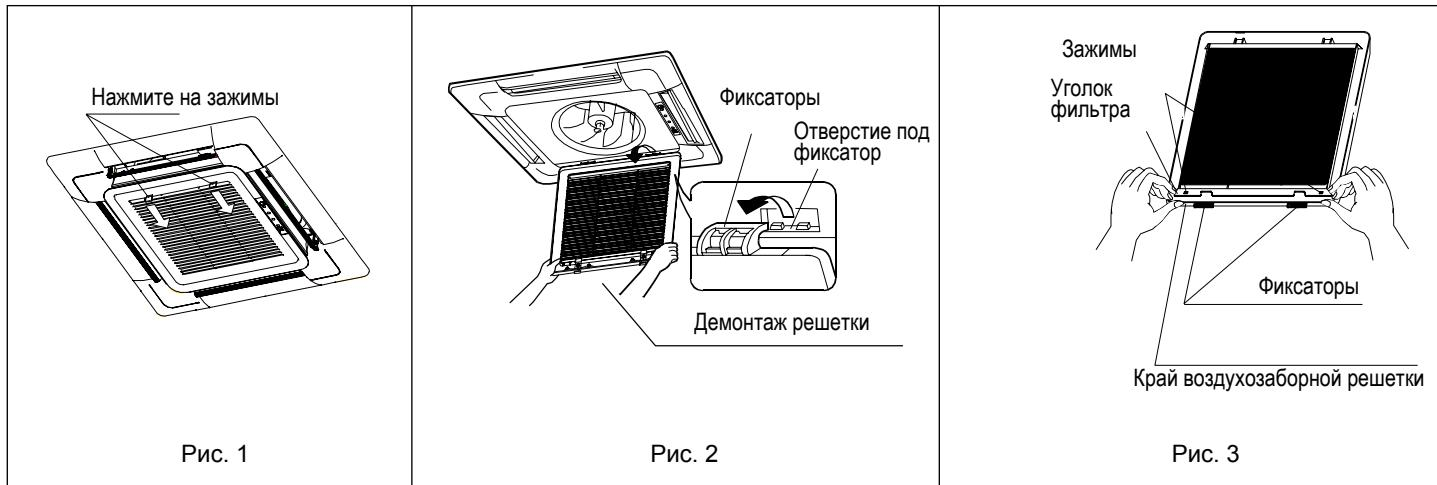

Рис. 1
1. Демонтируйте воздухозаборную решетку из декоративной панели, как показано на рисунке: нажмите на два зажима на воздухозаборной решетке (см. Рис. 1), сдвинув их в направлении, указанном стрелками, и, аккуратно приподняв ее вверх примерно на 45° (см. Рис. 2), выньте из декоративной панели.